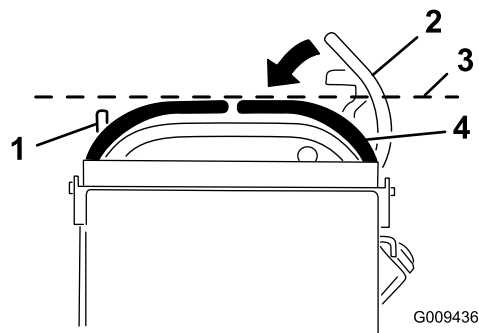

Figure 68
3. Abaissez les leviers de commande de déplacement hors de la position de VERROUILLAGE AU POINT MORT (Figure 68).
4. Vérifiez si le levier de commande de déplacement droit s'aligne horizontalement sur le levier de commande de déplacement gauche (Figure 68).